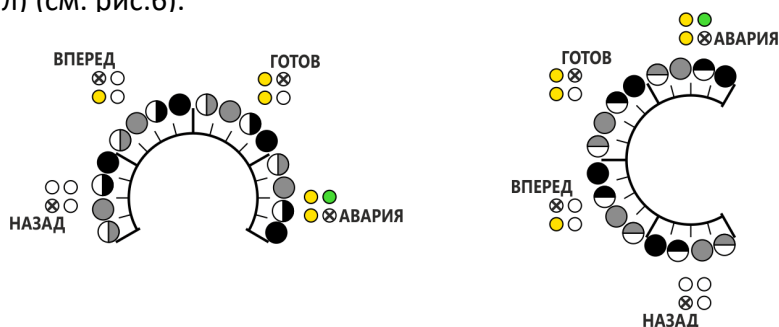

Рисунок 6 Индикация положения потенциометра
1.7.8 Для более точной настройки потенциометров предусмотрен режим индикации положения, который активируется при повороте требуемого потенциометра. 4 больших сектора шкалы отображают 4 светодиода (**НАЗАД, ВПЕРЕД, ГОТОВ, АВАРИЯ**). А 4 зоны внутри каждого сектора разделяются способом индикации светодиода (мерцает вполнакала, горит вполнакала, мерцает в полный накал, горит в полный накал) (см. рис.6).